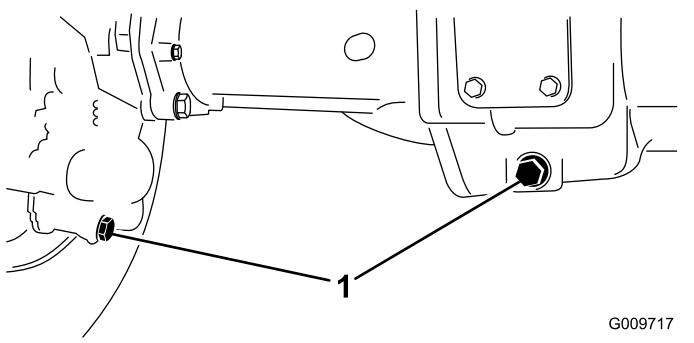

Figura 106
2. Limpie la zona alrededor de los tres tapones de vaciado, uno en cada extremo y uno en el centro (Figura 106).